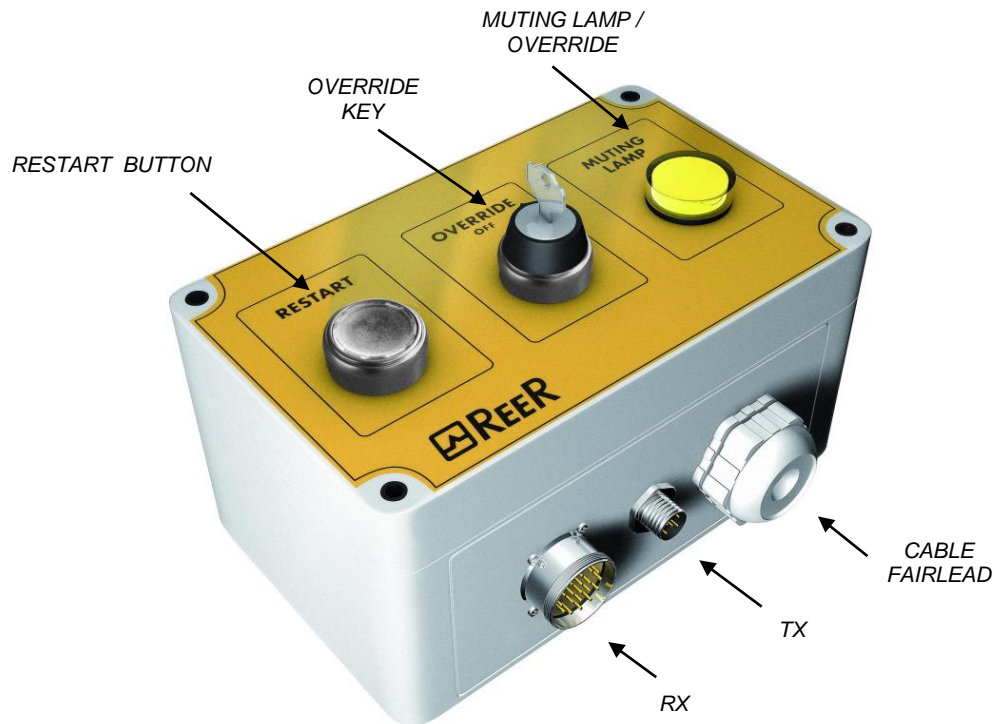

Figure 1 - MXJB1
- La barriera dovrà essere collegata mediante i cavi ai rispettivi connettori M23 e M12 (Fig. 1 e 2).
- The light curtain must be connected (using the cables) to the respective connectors M23 and M12 (Fig. 1 and 2).